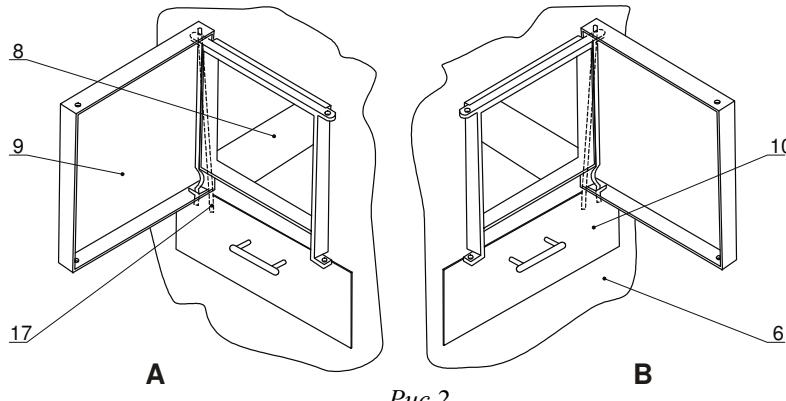

Рис.2
Перед установкой печи необходимо выбрать желаемое направление открывания дверец топки. При необходимости дверцы топки переставить из левого положения (см. рис. 2, вариант A) в правое (вариант B).
- снять дверцы (9), вытащив ось шарниров (17) дверец, как показано на рис. 2;
- вытащить зольник (10);
- снять передний щит (6), открутив четыре болта крепления;
- через отверстие в стене (4) просунуть тоннель корпуса печи (8);
- прикрутить передний щит (6) к тоннелю (8) корпуса котла;
- вставить дверцы (9) назад в передний щит (6), выбрав желаемую сторону открывания (вариант A или B, см. рис. 2.), крепя их просунув сверху ось шарниров (17);
- вставить зольник (10).